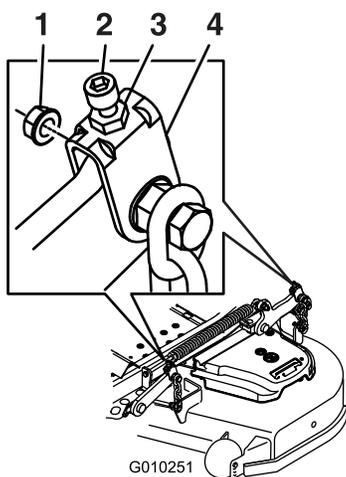

Figure 91
11. Pour les tabliers de coupe montrés à la Figure 91, ajustez précisément le serrage de l'écrou de réglage sur l'ensemble de relevage du tablier avant (Figure 91).
17. Ajustez précisément la vis de réglage en la tournant jusqu'à obtention d'une hauteur de 8,3 mm (3¼ po) (Figure 91).